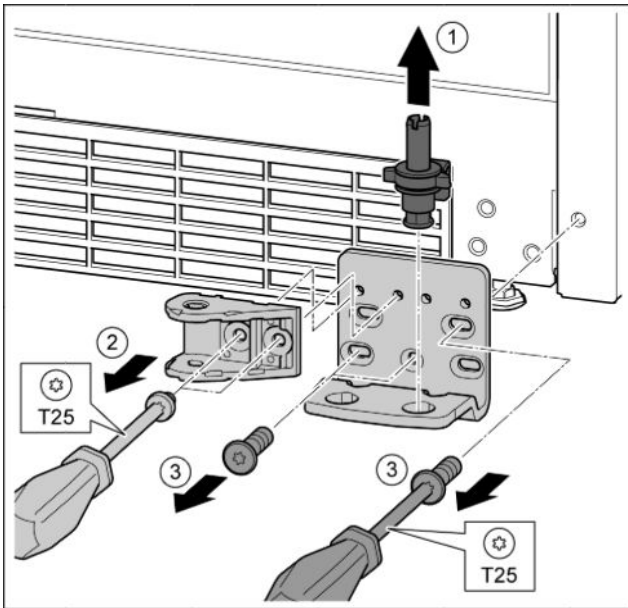

Fig. 31
- ▶ Опорный палец полностью извлечь движением вверх. Fig. 31 (1)
- ▶ Открутить винты отверткой T25 и снять опорный кронштейн. Fig. 31 (2)
- ▶ Открутить винты отверткой T25 и снять опорный кронштейн. Fig. 31 (3)